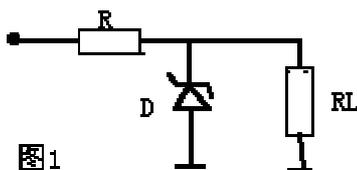

图1
1. 如图1所示，这是一种最简单的串联型稳压电路（有些书称它是并联型稳压电路，我个人始终认为应是串联型稳压电路），电阻 R_L 是负载电阻， R 为稳压调整电阻有叫限流电阻， D 为稳压管。这种电路输出的稳压值等于 D 的标称稳压值，其工作原理是利用稳压管工作在反向击穿的特性来实现的。图2是稳压管的伏安特性曲线，从此曲线中我们看到反向电流在一定范围内大幅变化时其端点的电压基本不变。当 R_L 变小时，流过 R_L 的电流增加，但流过 D 的电流却减少，当 R_L 变大时，流过 R_L 的电流减少，但流过 D 的电流却增大，所以由于 D 的存在使流过 R 的电流基本恒定，在 R 上的压降也基本不变，所以使其输出的电压也基本保持不变。